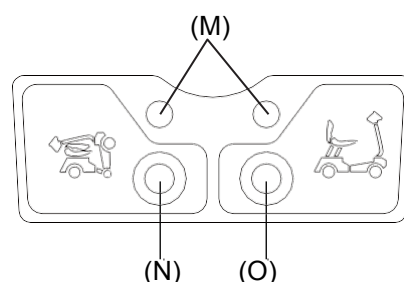
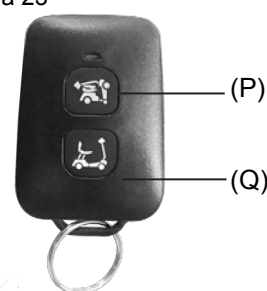

Figura 23
Figura 24
- Quando a scooter está desligada e no modo de espera para encarte/abertura, a luz indicadora de encarte/abertura (M) da scooter estará a cor de laranja. (Figura 23)
- Botões na scooter (Figura 23)
- Prima o botão de encarte (N) uma vez para encartar automaticamente. Certifique-se de que a scooter está completamente aberta antes do encarte.
- Prima o botão de abertura (O) uma vez para abrir automaticamente. Certifique-se de que a scooter está completamente encartada antes da abertura.
- Prima (N)/(O) de novo para encartar/abrir, se o processo de encarte/abertura for interrompido.
- Botões no comando (Figura 24)
- Prima o botão de encarte (P) uma vez para encartar automaticamente. Certifique-se de que a scooter está completamente aberta antes do encarte.
- Prima o botão de abertura (Q) para abrir automaticamente. Certifique-se de que a scooter está completamente encartada antes da abertura.
- Prima (P)/(Q) de novo para encartar/abrir, se o processo de encarte/abertura for interrompido.